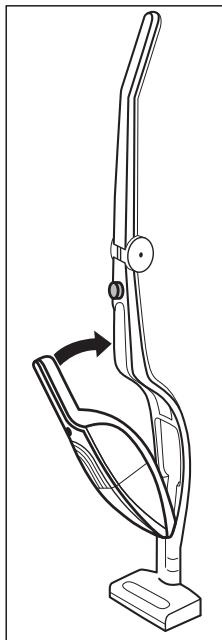
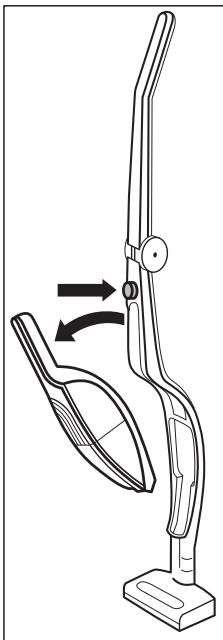

Abb. 1
Abb. 2
- Um das Handteil ⑤ mit dem Stiel zu verbinden, schieben Sie die Spitze des Handteils ⑤ in die Aussparung der Handteilmulde ⑭.
- Drücken Sie dann den Griff ⑩ des Handteils ⑤ in den Stiel, so dass das Handteil ⑤ einrastet und fest sitzt (Abb. 1).
- Um das Handteil ⑤ vom Stiel zu lösen, drücken Sie die Entriegelung „Handteil“ ⑫.
- Ziehen Sie das Handteil ⑤ nach oben/vorne aus der Handteilmulde ⑭ (Abb. 2).